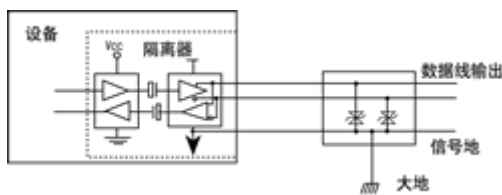

图 14
2. 旁路保护方法。这种方案利用瞬态抑制元件（如 TVS、MOV、气体放电管等）将危害性的瞬态能量旁路到大地，优点是成本较低，缺点是保护能力有限，只能保护一定能量以内的瞬态干扰，持续时间不能很长，而且需要有一条良好的连接大地的通道，实现起来比较困难。实际应用中将上述两种方案结合起来灵活加以运用，如图 14。在这种方法中，隔离接口对大幅度瞬态干扰进行隔离，旁路元件则保护隔离接口不被过高的瞬态电压击穿。